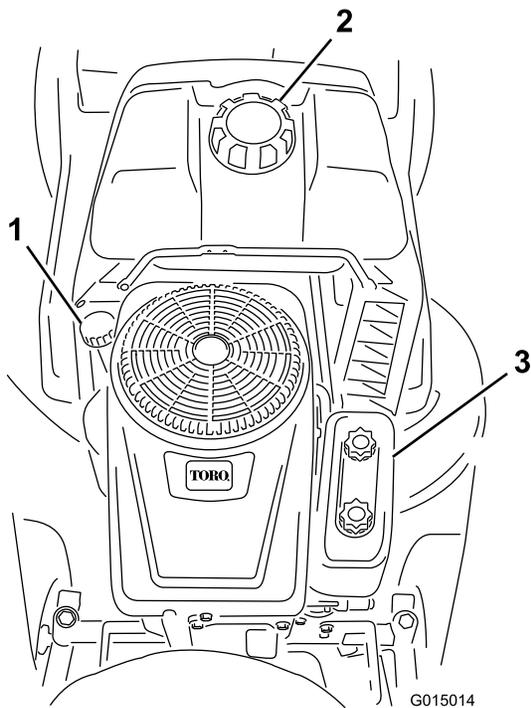

Bild 17
5. Reinigen Sie den Bereich um den Ölpeilstab (Bild 17), damit kein Schmutz in den Einfüllstutzen gelangen und den Motor beschädigen kann.
6. Gießen Sie ca. 80 % der angegebenen Ölmenge langsam in den Einfüllstutzen (Bild 17). Prüfen Sie den Ölstand; siehe Schritte 6 und 7 unter Prüfen des Ölstands“.